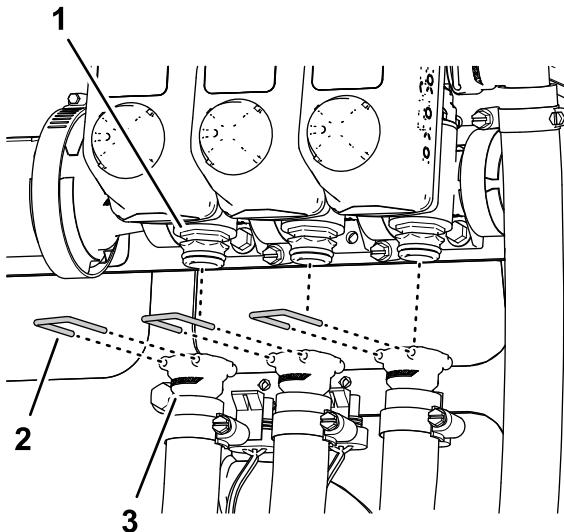

Figure 37
- Retirez les étriers qui fixent les raccords rapides des flexibles d'alimentation gauche, central et droit aux raccords rapides des vannes de section de pulvérisation (Figure 37).
7. Débranchez les flexibles d'alimentation des sections gauche, centrale et droite des raccords rapides des vannes de section de pulvérisation, et déposez les flexibles de la machine (Figure 37).